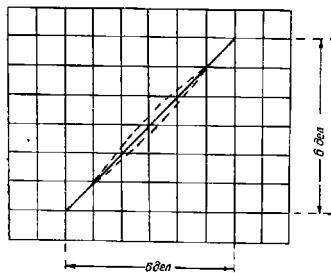

Рис. 14. Форма сигнала в режиме X—Y.
- к) установите режим X—Y. Подайте на оба входа « $1M\Omega 35pF$ », при одинаковых положениях переключателей «V/ДЕЛ.», синусоидальный сигнал частотой 100 кГц, такой величины, чтобы диагональная прямая, образованная этим сигналом (рис. 14) вписывалась в квадрат со стороной 6 делений.